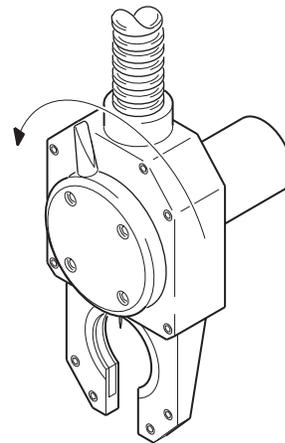

Abbildung 24 Lösen des Verriegelungshebels
1. Drehen Sie den Verriegelungshebel bis zum Anschlag entgegen dem Uhrzeigersinn. Siehe Abbildung 24.